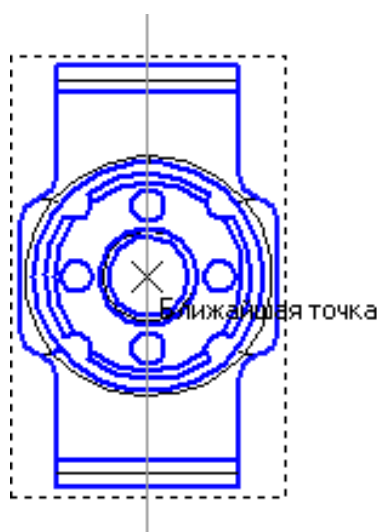

Рисунок 14.
- С помощью привязки Ближайшая точка укажите центральную точку детали (рис. 14).